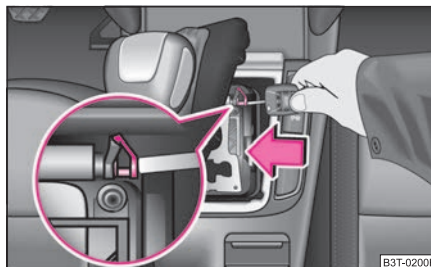

Abb. 137 Wählhebel-Notentriegelung
- Drücken Sie mit einem schmalen Gegenstand (z. B. Zündschlüssel) den gelben Kunststoffbügel ⇒ Abb. 137 nach links.